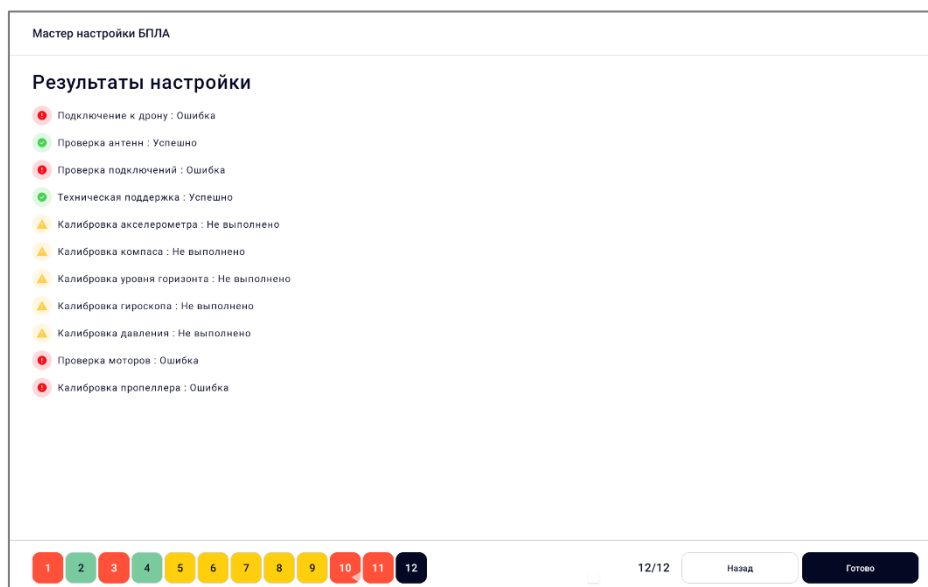

Рисунок 24
- убедиться, что шаг 12 содержит результаты настройки БПЛА (рисунок 24).